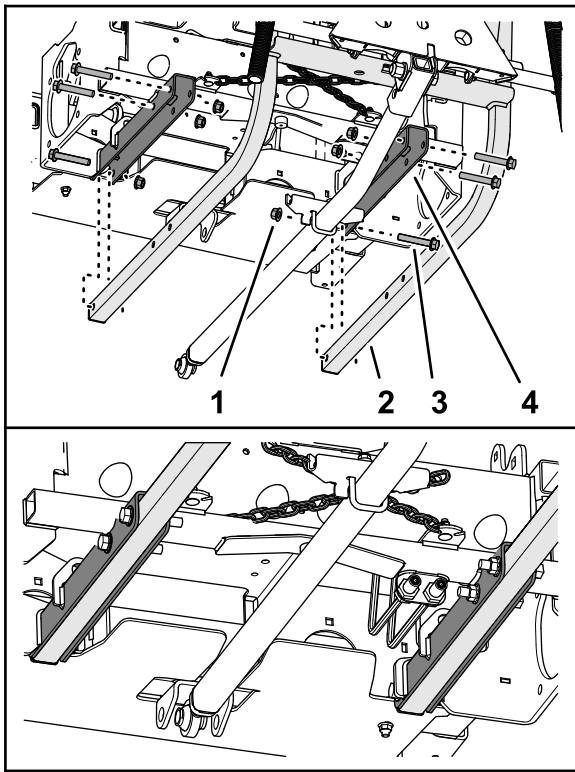

Figure 12
- Soulevez l'arrière du cadre de levage d'accessoire arrière pour aligner les trous des tubes du cadre sur les trous des profilés du cadre arrière (Figure 12).